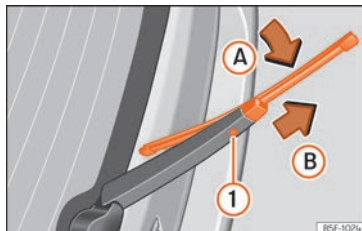

Fig. 40 Treure i col·locar l'escombreta de l'eixugavidres posterior.
- Roteu l'escombreta lleugerament »» fig. 40 (fletxa A).
- Mantingueu pressionada la tecla de desbloqueig ① mentre tibeu l'escombreta en el sentit de la fletxa B.
- Inserir al braç eixugavidres posterior una escombreta nova de la mateixa longitud i tipus, en sentit contrari a la fletxa B fins que encasti la tecla ①.